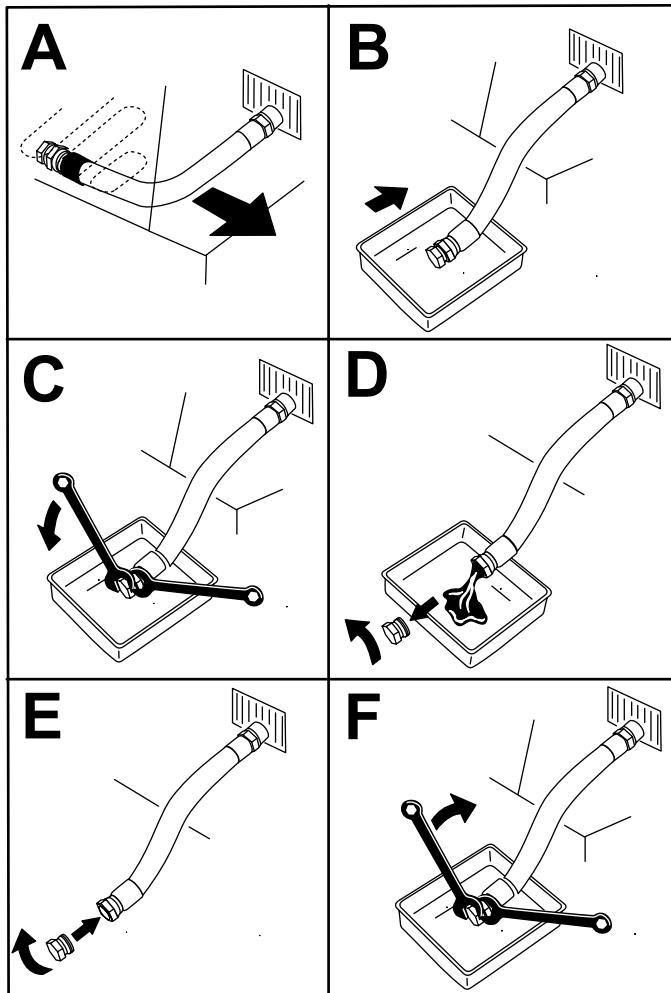

Figura 35
3. Drene el aceite del motor (Figura 35).